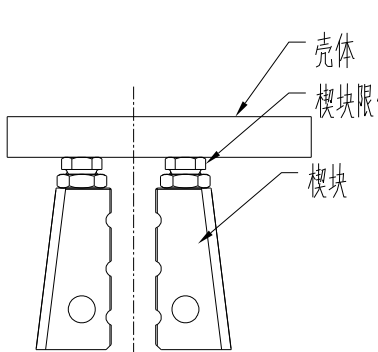

图 2
- 2.3. 无导轨时, 楔块上的限位螺栓应能接触壳体(图 2);